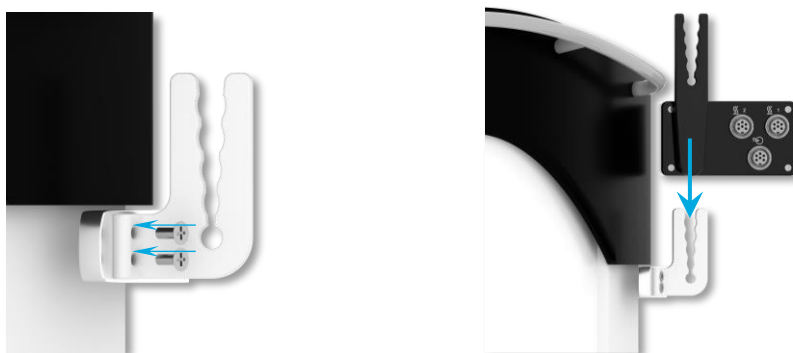

Figura 5:
1. Montare la staffa per tubo flessibile con l'apertura rivolta verso l'alto, sul lato sinistro (vista dall'alto), su Vacusat® power (Figura 5)
2. Agganciare la Thermia Pro Console alla staffa per tubo flessibile (Figura 5).